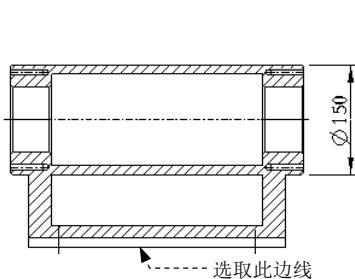

图 5.9.44 选取视图轮廓线
(1) 在功能选项卡区域的 **注释** 选项卡中选择 **模型基准**  **模型基准平面** 命令。
(2) 在系统弹出的“基准”对话框的 **名称** 文本框中输入基准名 B。
(3) 单击对话框中的 **定义** 区域的 **在表面上...** 按钮，然后选取图 5.9.44 所示的视图轮廓边线（即模型下底面的投影）。
(4) 在“基准”对话框的 **类型** 区域中单击 **A** 按钮，此时在主视图和左视图中均显示出基准符号，其他参数采用系统默认设置值。